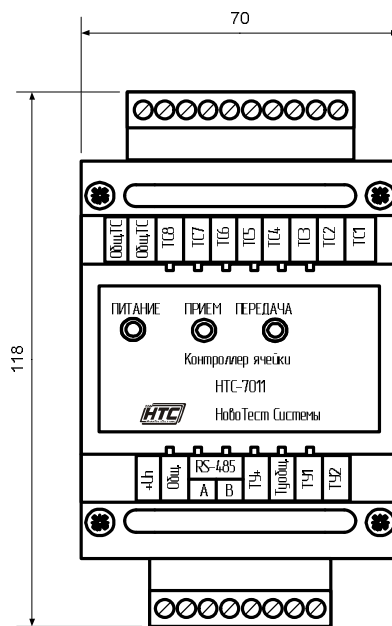

Рисунок 1. Внешний вид контроллера ячейки HTC-7011.
1.5.1. Внешний вид передней панели контроллера ячейки НТС-7011 приведен на рис. 1.